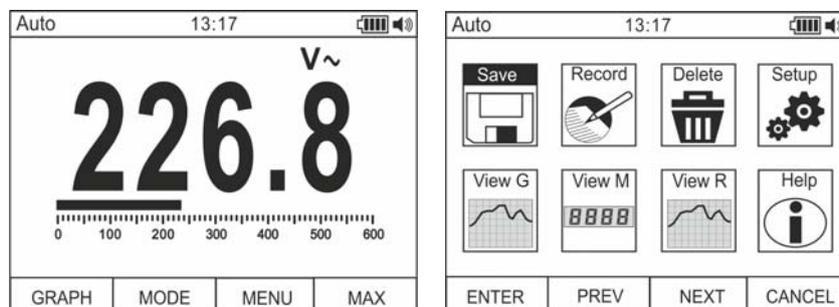

Fig. 9: Menu geral do instrumento
1. Com a medição presente no display (ver Fig. 9 – parte esquerda) premir o botão da função **F3** para aceder ao menu geral do instrumento. No display é apresentado o seguinte ecrã (ver Fig. 9 – parte direita).